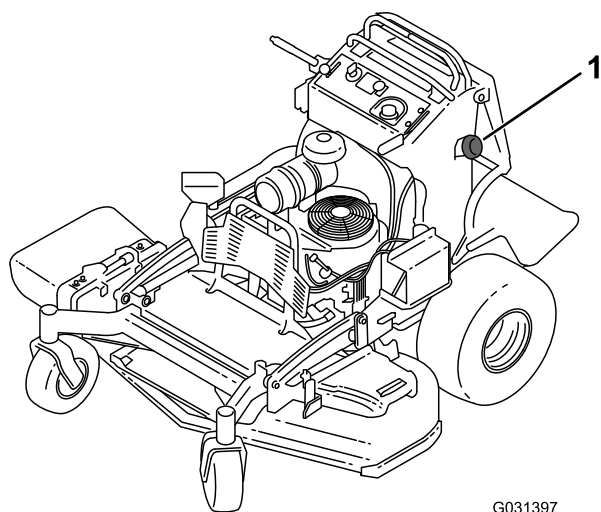

Figure 44
3. Nettoyez la surface autour du bouchon du réservoir de carburant pour éviter que des débris ne tombent à l'intérieur du réservoir (Figure 44).
6. À l'aide du siphon, vidangez le carburant dans un bidon propre (Figure 44).